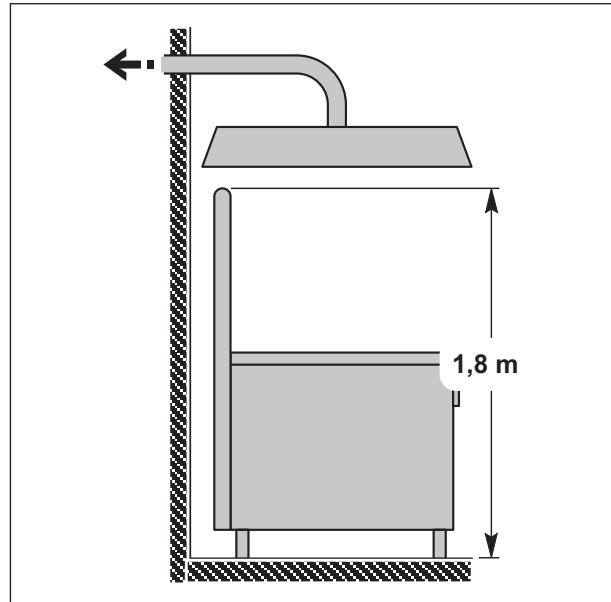

Fig. 20 Scarico fumi attraverso cappa di aspirazione
- La parte terminale del condotto di evacuazione dell'apparecchiatura deve trovarsi a circa **1,8 m** dalla superficie di appoggio dell'apparecchiatura e la sezione di sbocco del condotto di evacuazione dei prodotti di combustione deve essere collocata entro il perimetro di base della cappa (vedi *Fig. 20 Scarico fumi attraverso cappa di aspirazione*).